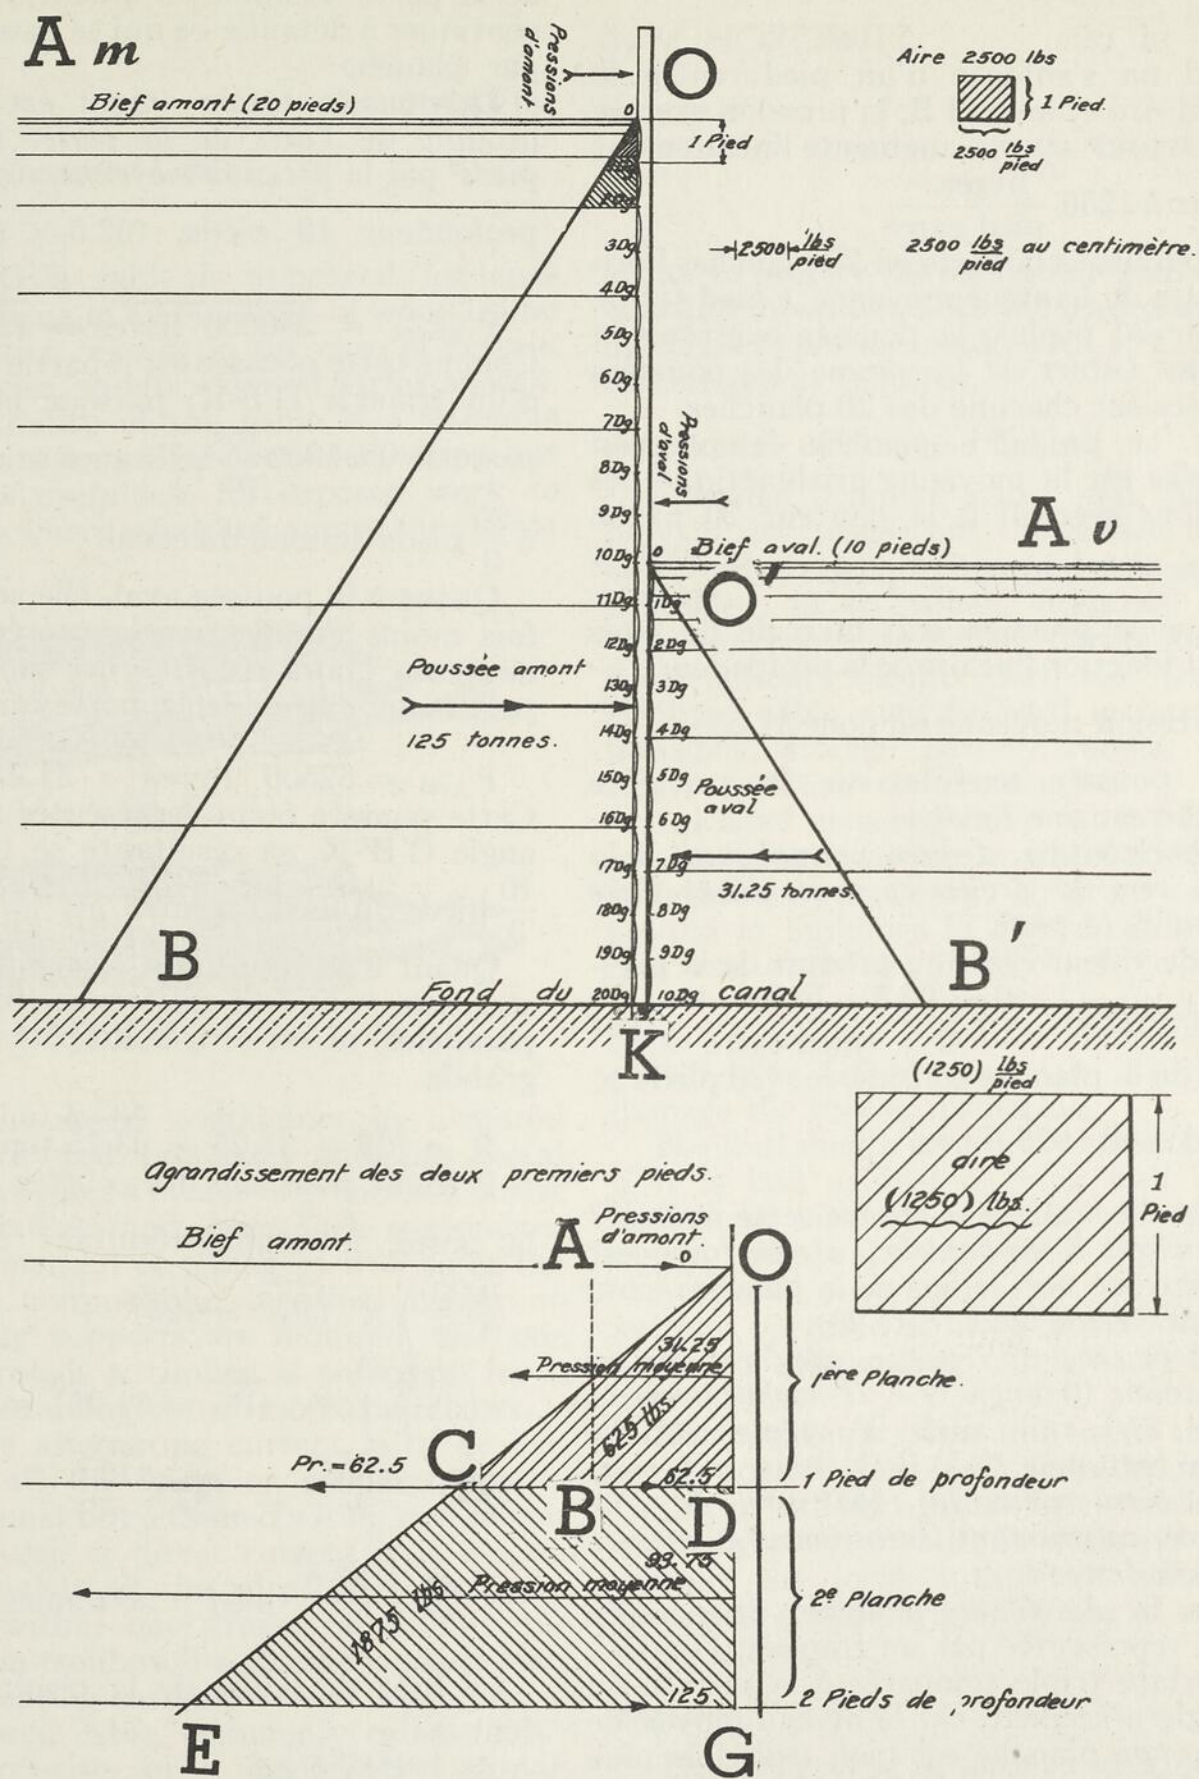

FIG. 97
95. *Centre de poussée* (portes d'écluse, « lock-gates »). — (fig. 97).